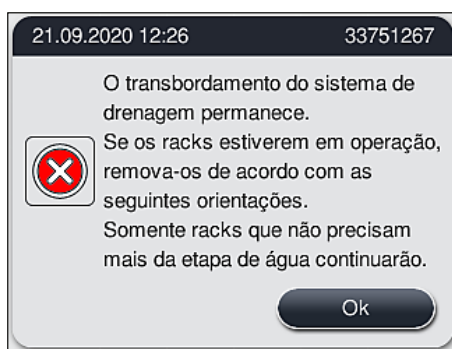

Fig. 127
- Se o bloqueio não puder ser removido apesar das medidas de limpeza, as estações de água são desativadas devido à persistência do nível de água crítico. As estações de água são mostradas como com falha na tela. Para cancelar um ou mais programas, pressione (→ "Fig. 125-2") ou (→ "Fig. 126-2") para iniciar o processo de cancelamento controlado. Os programas que não precisam de uma etapa de água são continuados até que o fim do processo de coloração. Todos os racks restantes que ainda precisem de pelo menos uma etapa de água devem ser cancelados e removidos do aparelho. Confirme a seguinte mensagem (→ "Fig. 127") pressionando **Ok**.